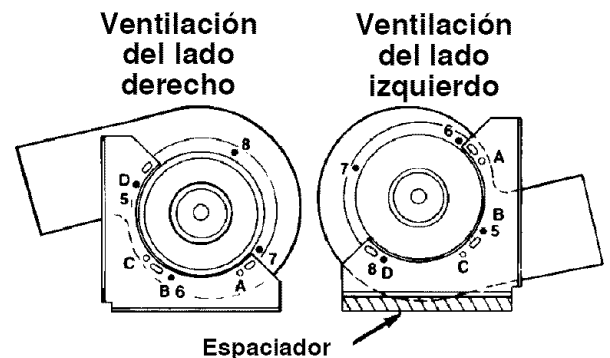

Figura 17
- Coloque los soportes de montaje en la cubierta del ventilador según se muestra en la figura 17.
a. Ventilación por el lado derecho (figura 17).
b. Ventilación por el lado izquierdo (figura 17).
- Sujete la cubierta del ventilador al piso con la descarga hacia la ventilación y la entrada de aire hacia el frente de los gabinetes. Además, en la ventilación por el lado izquierdo, se necesita un espaciador de aproximadamente 1 1/2" (3.81 cm) de ancho x 9" (22.86 cm) de largo debajo de la saliente del soporte de montaje (vea la figura 17).